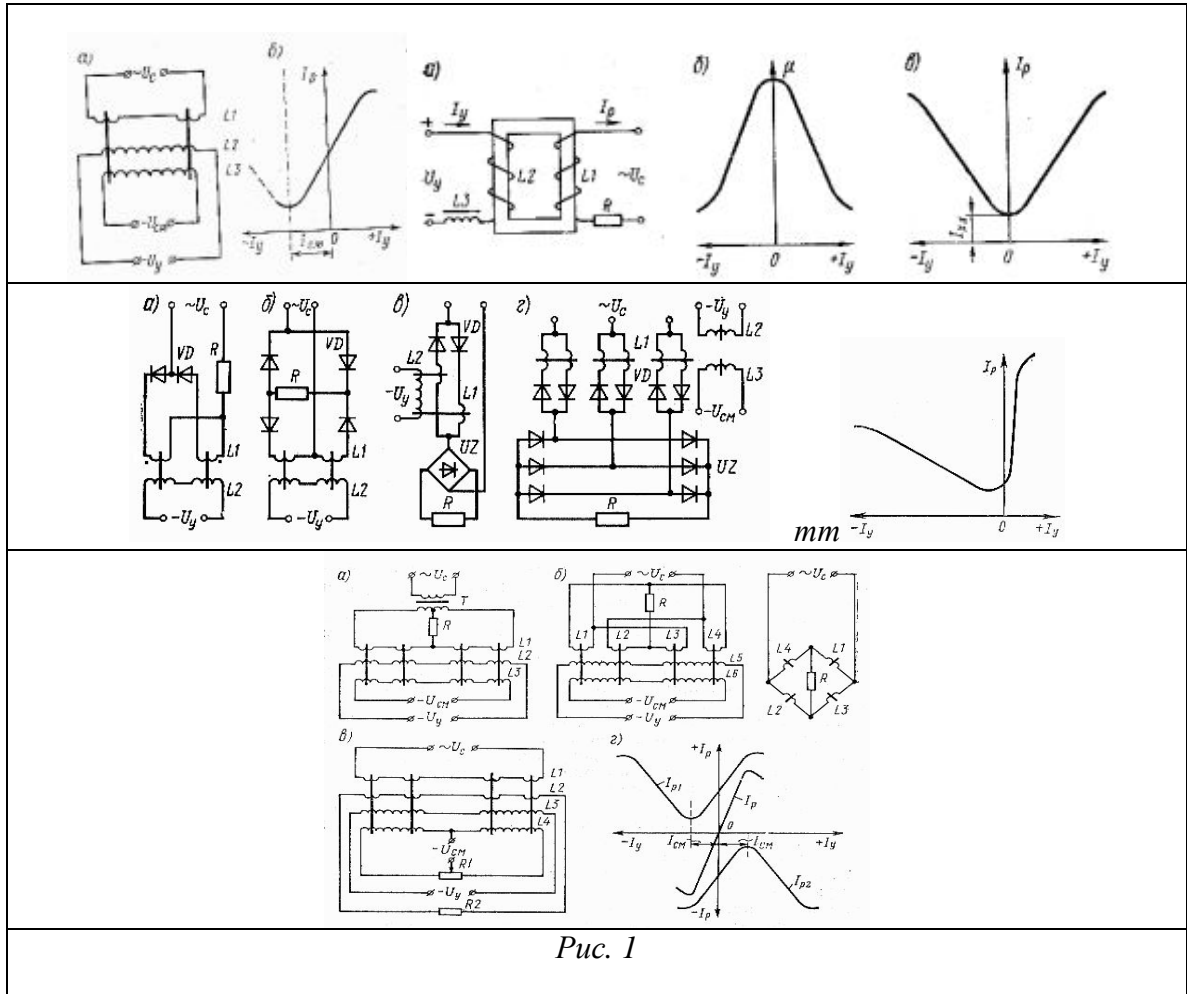

Рис. 1
1. Указать состав магнитных усилителей (рис. 1), объяснить принцип работы МУ, рабочая характеристика. Виды магнитных усилителей, обратные связи, применение МУ в ЭП